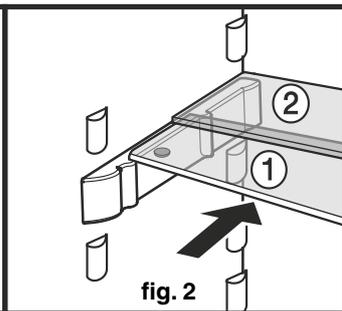

fig. 2
Inserire le lastre di vetro ①/② come da fig. 2. La lastra di vetro ② con bordo di arresto deve stare dietro!
Se si necessita di spazio per i recipienti alti, spingere semplicemente e con cautela la **mezza lastra di vetro anteriore** sotto alla lastra posteriore, fig. 2.